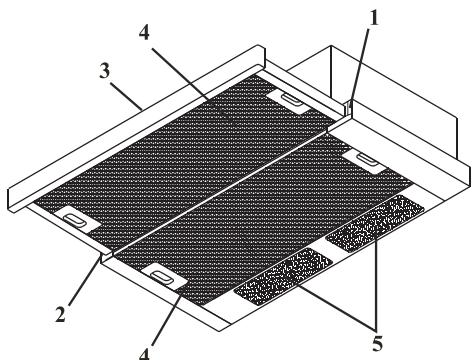

Fig.1
### Komponenter (fig. 1)
- Åpne begge fettfiltrene. (Fig.1–4).